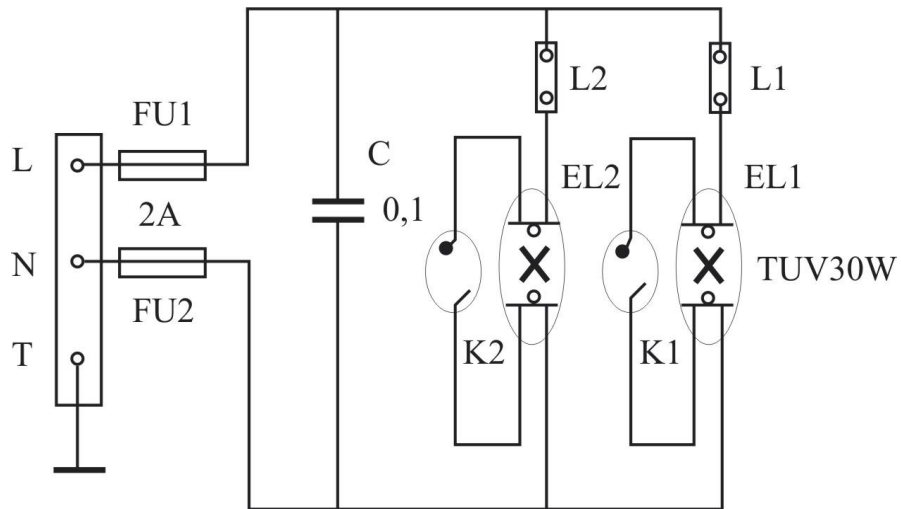

Рис. 1
5.3. Подключение облучателя к однофазной сети 220 В - согласно рис.1 с помощью медных проводов сечением не менее $0,75\text{мм}^2$, к контуру заземления - медным проводом защитного заземления сечением не менее $0,75\text{мм}^2$.
6.1.1. Перед подключением облучателя к сети электропитания к контакту Т "корпус" клеммника (рис.1) должен быть подключен медный провод защитного заземления сечением не менее $0,75\text{мм}^2$.